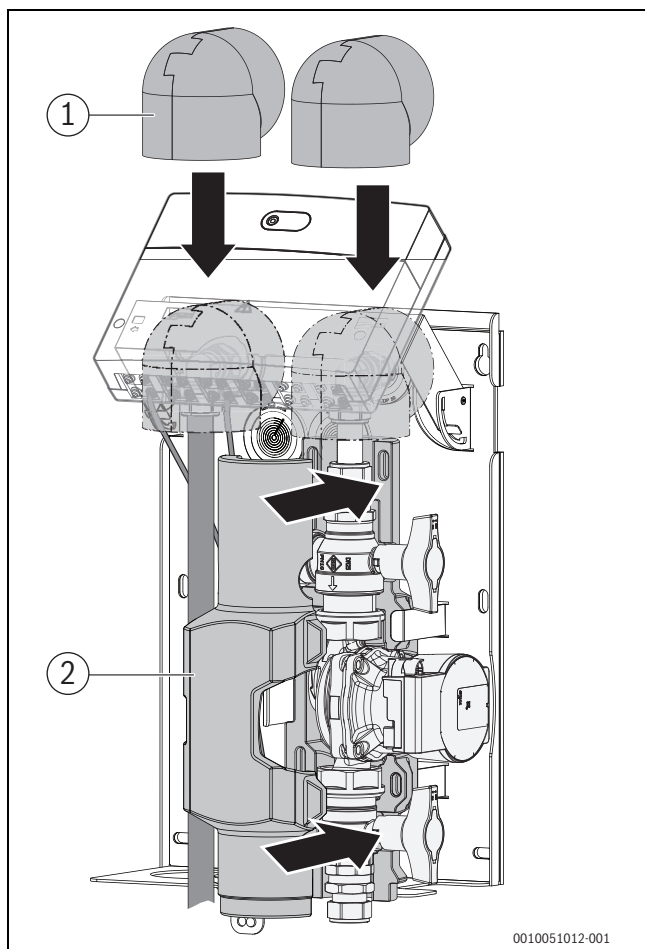

Fig. 36 Monter la protection thermique (exemple de raccordement hydraulique, option 1)
- ▶ Une fois le contrôle d'étanchéité effectué, isoler les tubes et les raccords à vis coudés du set hybride avec les éléments d'isolation thermique fournis (→ fig. 36).